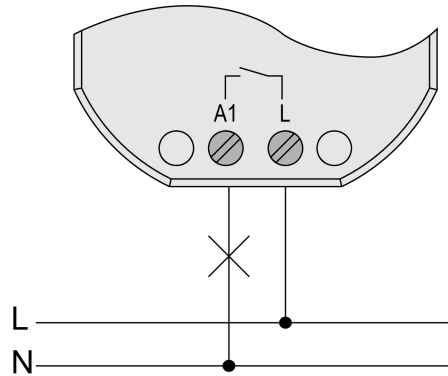

Bild 5: Anschluss der Last
- Last gemäß Anschlussbeispiel anschließen (Bild 5).